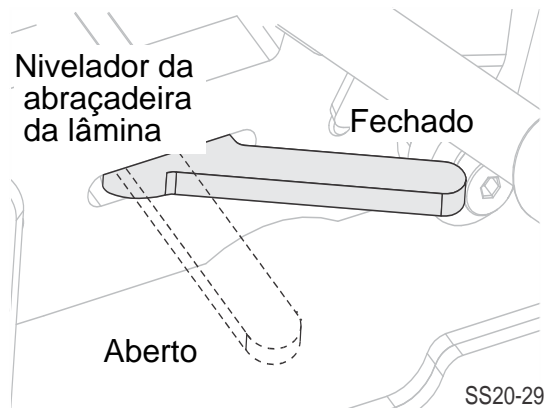
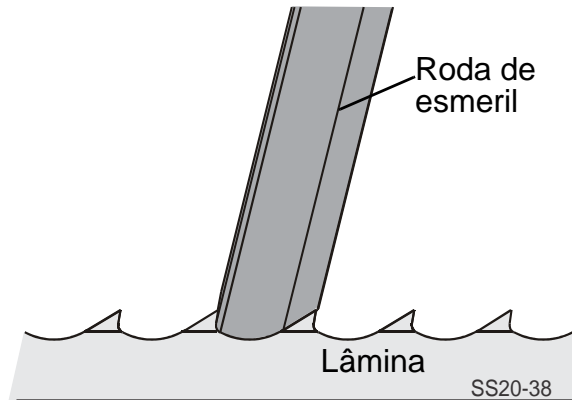
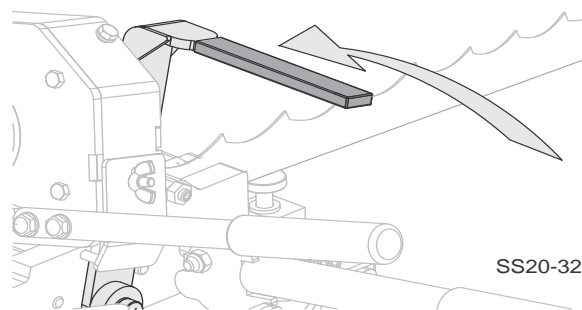

FIG. 3-2
FIG. 3-5
FIG. 3-8
- Monte a lâmina no conjunto de Afiador e Travador. Abra a abraçadeira da lâmina e posicione a lâmina entre as placas de fixação com a borda inferior da lâmina sobre as colunas de suporte da lâmina. Ajuste a altura da guia traseira para que a parte inferior da lâmina fique aproximadamente nivelada com a borda inferior da lâmina no afiador. Ver fig. 3-2
- Ajuste a lâmina na orientação esquerda/direita.** Abaixee a roda de esmeril para alinhar a lâmina na garganta do dente da lâmina. Ver fig. 3-5 Feche o nivelador da abraçadeira da lâmina para reter a lâmina com precisão no lugar. Ver fig. 3-2 .
- Aperte as porcas de ajuste para prender o pino da lingueta nesta posição. Podem-se fazer pequenos ajustes na lingueta movendo apenas a porca lateral do moedor. Para ajustes maiores, será preciso soltar a contraporca na parte externa. Avance um dente movendo a alavanca da lingueta para a esquerda e para a direita. Ver fig. 3-8. Verifique novamente a posição com a roda de esmeril. Ver fig. 3-5.